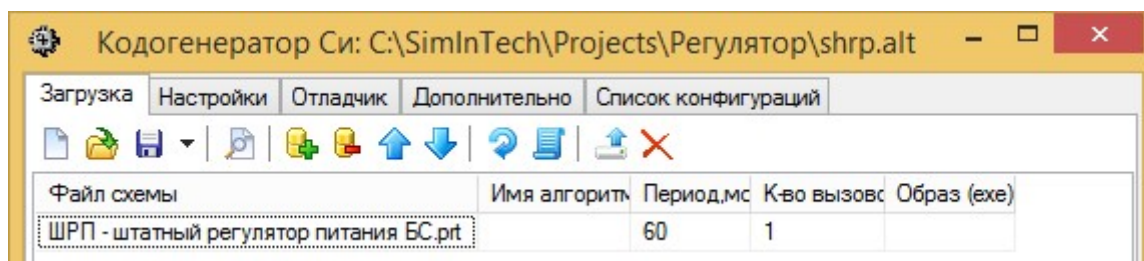

Рисунок 12 – Файл конфигурации с добавленным проектом
3. Добавим файл проекта в созданную нами конфигурацию. Для этого воспользуемся кнопкой **«Добавить файлы»** и в появившемся диалоговом окне добавления проекта выберем **ШРП – штатный регулятор питания БС.prt**, а затем нажмем кнопку **«Открыть»**. Файл проекта будет добавлен в файл конфигурации и появится в таблице проектов (Рисунок 12).